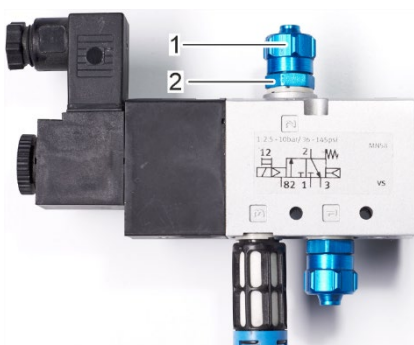

Abbildung 63: Überwurfmutter am Anschluss 2 lockern
6. Lösen Sie die Überwurfmutter (Abbildung 63/1) von der Einschraubschraube (Abbildung 63/2) am Anschluss 2 des 3/2-Wege-Magnetventils.